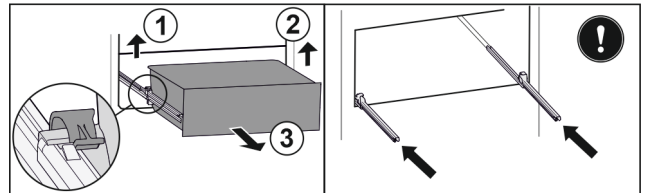

Fig. 110
- ▶ Linker klem optillen en gelijktijdig lade links naar voren trekken. Fig. 110 (1)
- ▶ Rechter klem optillen en gelijktijdig lade rechts naar voren trekken. Fig. 110 (2)
- ▶ Lade naar voren toe verwijderen. Fig. 110 (3)